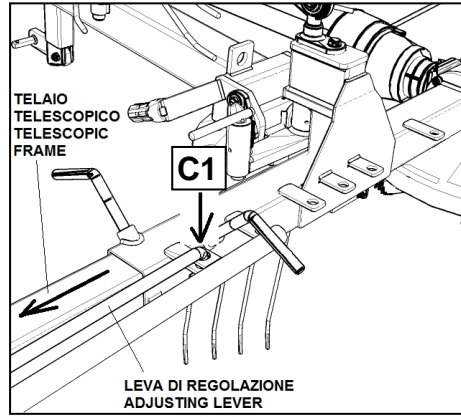

fig.15E
5. **Fig.15E** - Distanziare i due rotori sfilando il telaio telescopico ed inserire la leva di regolazione nella piastrina **C1**.
5. **Fig.15E** - Space out the two rotors, by pulling out the telescopic frame, and insert the adjusting lever in the plate **C1**.